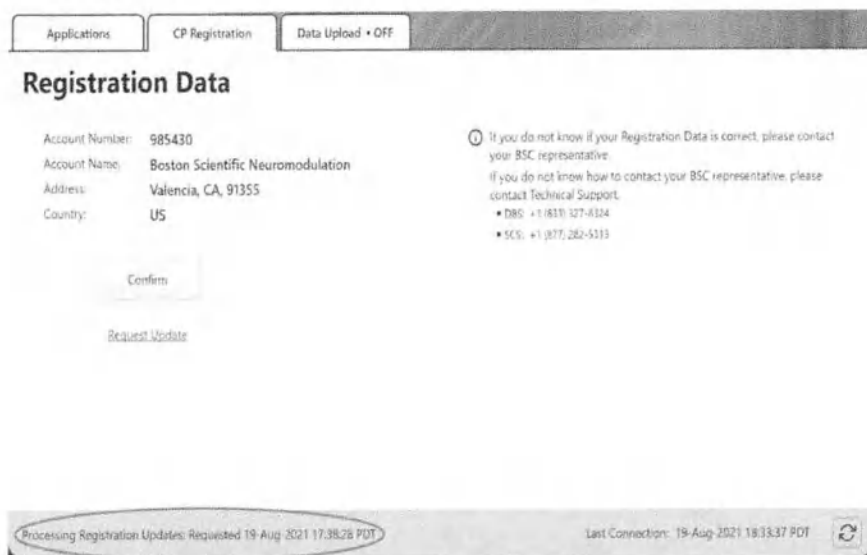

Рисунок 4. Статус обработки регистрации
- б. Если вы выбрали **Request Update** (Запросить обновление) и отправили обновленные данные, будет указан статус «Обработка обновления регистрационных данных: запрошено [дата и время запроса обновления]» (Рисунок 4).